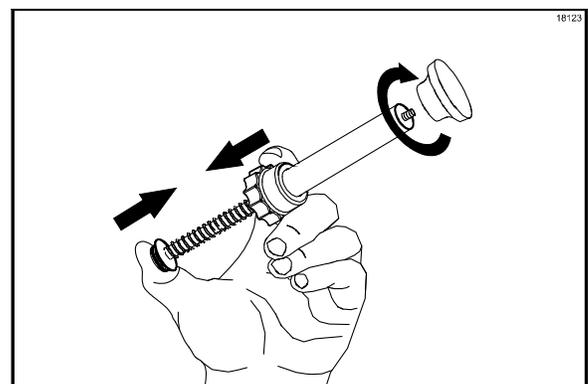

図92
7. ナットを押さえながら、プランジャーのネジ部分が、プランジャーチューブとインサートの小さい方の開口部から飛び出るまで、プランジャーアセンブリーを押し込みます。ノブをプランジャーアセンブリーのネジ切りの入った先端に取り付け、ノブを時計方向に回して締めます(図92を参照)。